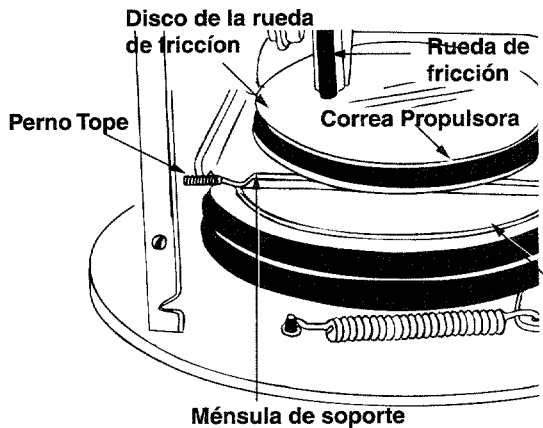

Figura 26
- Retroceda el perno tope hasta que la ménsula de soporte se apoye sobre la polea de la hélice. Vea la figura 26.
- Deslice la correa entre la rueda de fricción y la placa del disco de fricción. Vea la figura 26. Vuelva a ensamblar siguiendo las instrucciones en orden inverso.
NOTA: La ménsula de soporte debe apoyarse sobre el perno tope después de haberse ensamblado la nueva correa. Vea la figura 26.